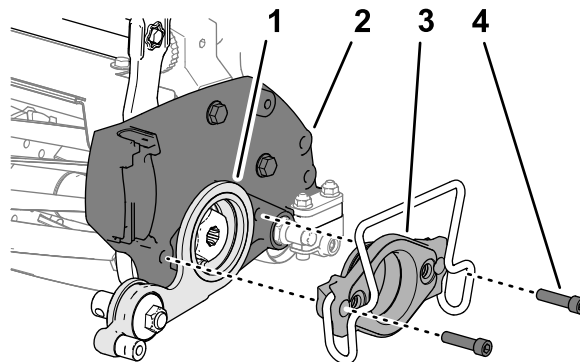

Figura 19
1. Alinhe o conjunto do rolete na unidade de corte como se mostra em Figura 19.
2. Alinhe a placa intermédia na placa lateral da unidade de corte como se mostra em Figura 19.
3. Instale a montagem do motor na placa intermédia e na placa lateral da unidade de corte (Figura 19).
4. Instale a montagem na placa (Figura 19) com os dois parafusos de cabeça sextavada interior (5/16 pol. x 1¼ pol.) que retirou em Remoção da montagem do motor \(página 4\).